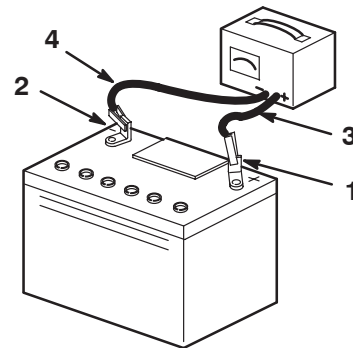

Figure 35
4. Quand la batterie est chargée au maximum, débranchez le chargeur de la prise, puis débranchez les fils du chargeur des bornes de la batterie (Fig. 35).